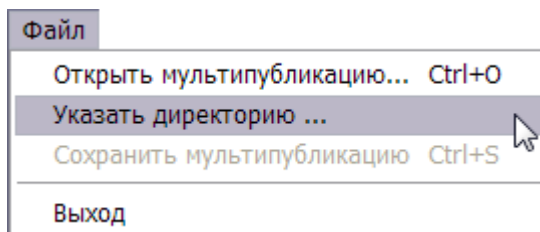

Рис. 239
4. В меню **Файл** выберите команду **Указать директорию ...** (Рис. 239).